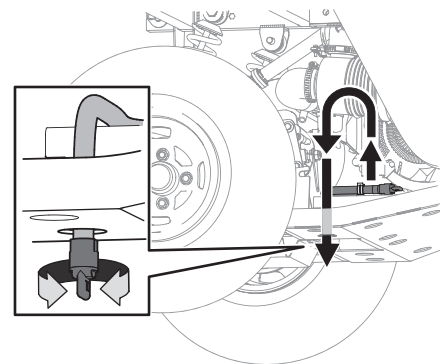

Figure 4-2
1. Placez le boyau de vidange d'huile dans le trou le plus proche du boyau. Voir Figure 4-2.
2. Tournez le bouchon dans le sens anti-horaire, puis laissez l'huile couler dans un récipient approprié. Voir Figure 4-2.